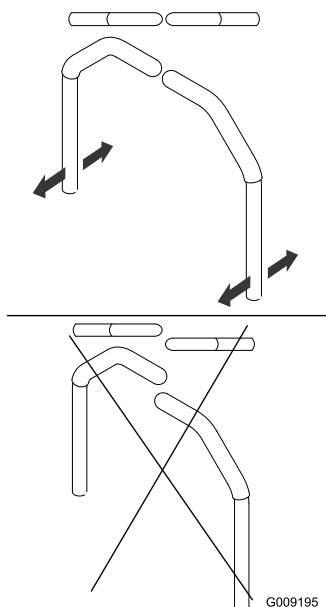

Figura 99
4. Alinee las palancas en el sentido adelante/atrás acercándolas a la posición de PUNTO MUERTO y muévalas hasta que estén alineadas; luego apriete los pernos (Figura 99).